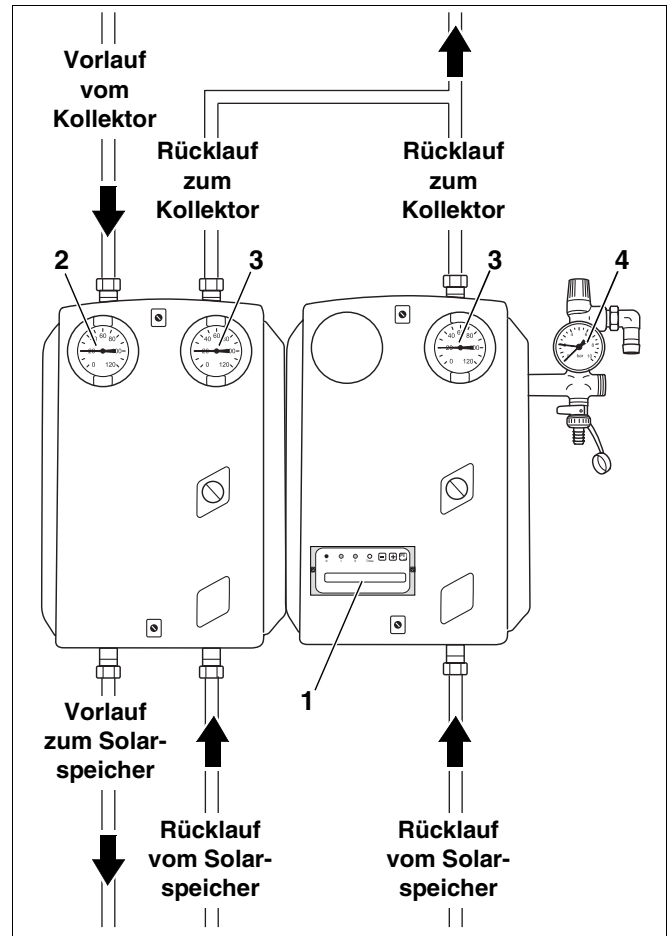

Abb. 2 Kompletstation KS (hier: KS 02.. R mit integriertem Regelgerät)
- Kontrollieren Sie nach einem Stromausfall bzw. längerer Abwesenheit den Anlagendruck am Manometer (Abb. 2, **Pos. 4**) der Kompletstation (siehe Kapitel 5.3 „Anlagendruck kontrollieren, ggf. neu einstellen lassen“, Seite 13).
- Regelgerät (Abb. 2, **Pos. 1**)
- Thermometer (Abb. 2, **Pos. 2 und 3**)
- Manometer (Abb. 2, **Pos. 4**)